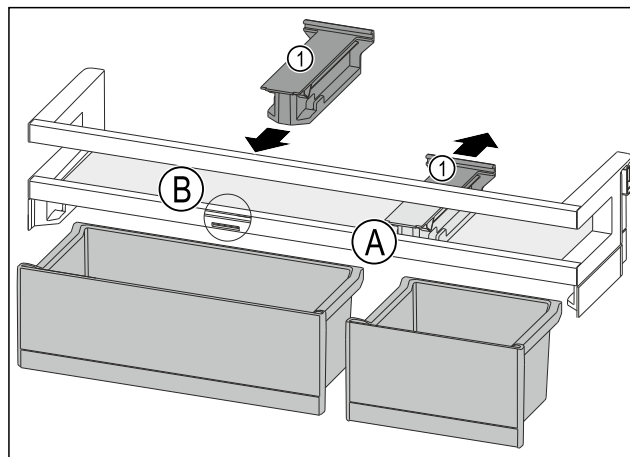

Fig. 172
- Retirer la pièce de retenue Fig. 172 (1) en position Fig. 172 (A) vers l'arrière.
- Mettre la pièce de retenue Fig. 172 (1) en position Fig. 172 (B).